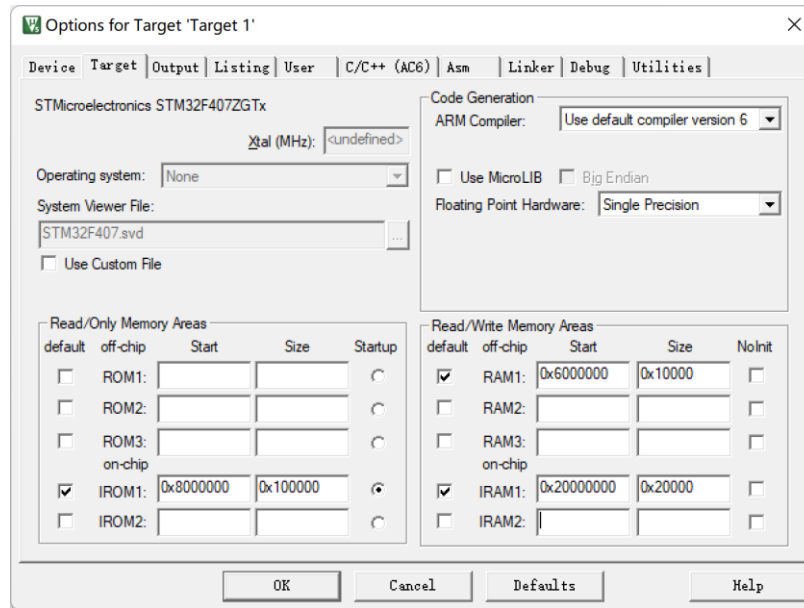

图 1 某 STM32 系统的片内存储器
- (1) 已知该计算机采用补码表示法, 写出 s[6]的真值 (写出表达式即可)。
- (2) 列出 s[6]所占用的 4 个存储单元的地址。
- (3) 写出 s[6]所占用的 4B 中最高地址所对应字节的二进制值。
- (4) 列出 s[6]载入 Cache 后, 其 4B 各自对应的 Cache 地址。
- (5) 代码执行过程中, 访问数组 s 的数据 Cache 缺失次数是多少?
- 43、 某系统采用 STM32F407 处理器 (Cortex-M4, 32 根地址线, 32 根数据线), 存储器按字节编址。根据图 1 信息, 回答下列问题。